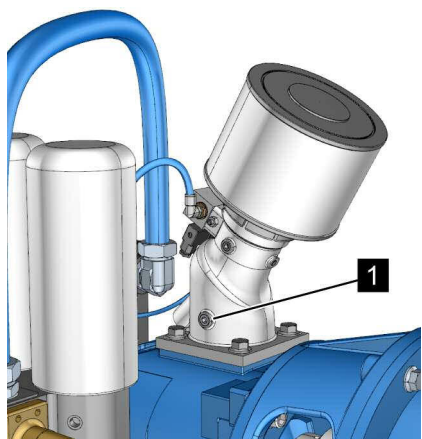

Рис. 32: Резьбовая пробка регулятора впуска
1. Отверните резьбовую пробку регулятора впуска (Рис. 32/1).
2. Залейте охлаждающую жидкость в резьбовую пробку регулятора впуска (Рис. 32/1).
3. Закрутите резьбовую пробку регулятора впуска (Рис. 32/1) (↪ Приложение В «Моменты затяжки винтов» на странице 133).